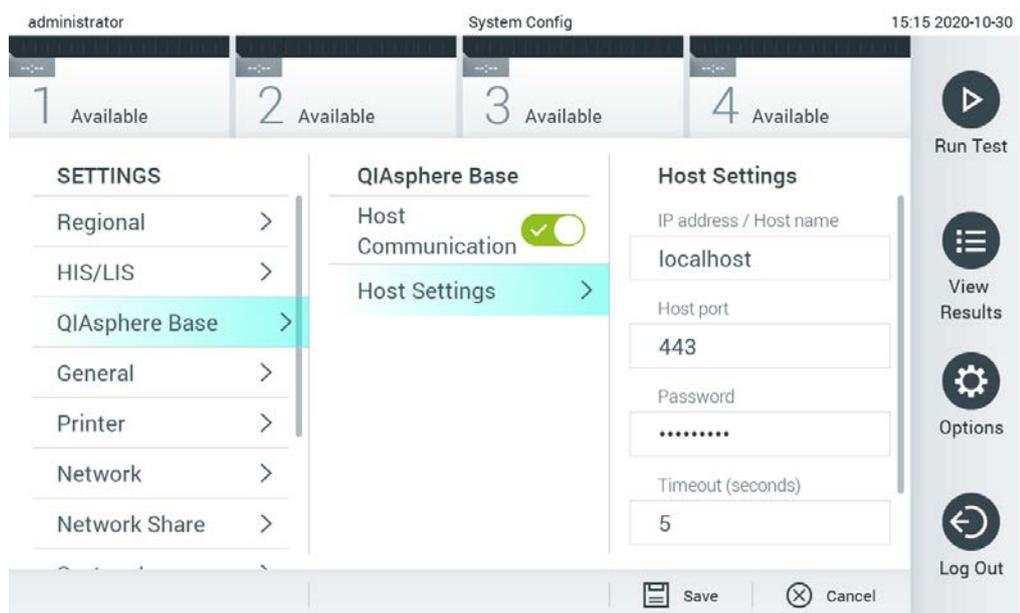

Figure 72. Configuration de la connexion de QIASphere Base.
2. Sélectionnez QIASphere Base dans la liste des paramètres de la colonne de gauche (Figure 72).